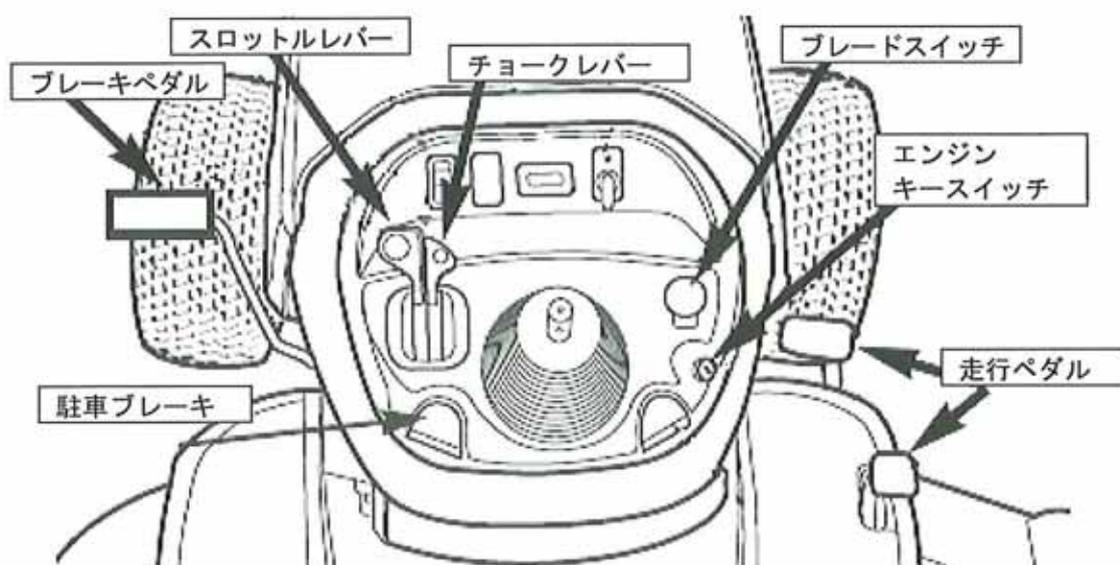

図 12
1. ブレードスイッチが「OFF」の位置（押し下げた位置）にあるか確かめます。（図12）